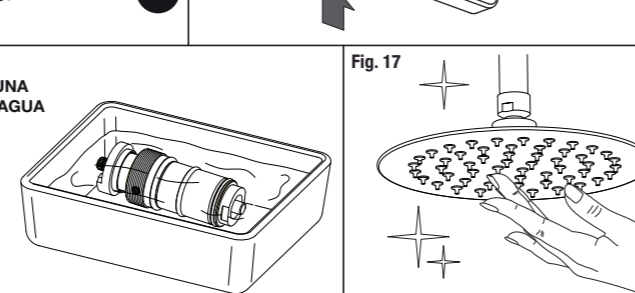

Fig. 16
3) Introducir el cartucho en vinagre (no utilizar detergentes ni ácidos), hasta que quede limpio de cal (Fig. 16).
3) Soak the cartridge in a 50-50 vinegar-water solution (do not use detergents or acids), until clean completely all the lime (Fig. 16).
3) Placez le filtre dans le vinaigre (ne pas utiliser de détergents ou acides), jusqu'à ce que la chaux propre (Fig. 16).